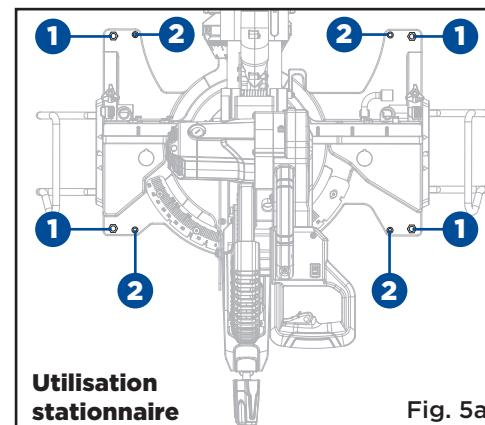
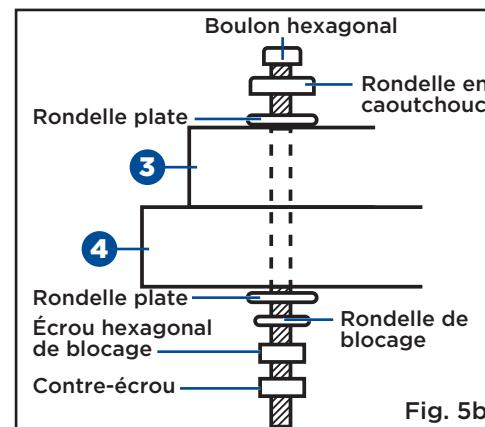

Fig. 5a
Fig. 5b
MONTAGE DE LA SCIE À ONGLETS (Fig. 5a-5i)
Montage sur une surface de travail (Fig. 5a-5b)
Pour une utilisation stationnaire, placez la scie à l'emplacement souhaité, directement sur un établi où il y a de la place pour la manipulation et le support adéquat de la pièce. La base de la scie a deux trous de montage (1, 2) de différentes tailles (Fig. 5a). Boulonnez la base de la scie à onglet (3) sur la surface de travail (4) en consultant la figure 5b ci-contre sur la méthode de fixation recommandée.